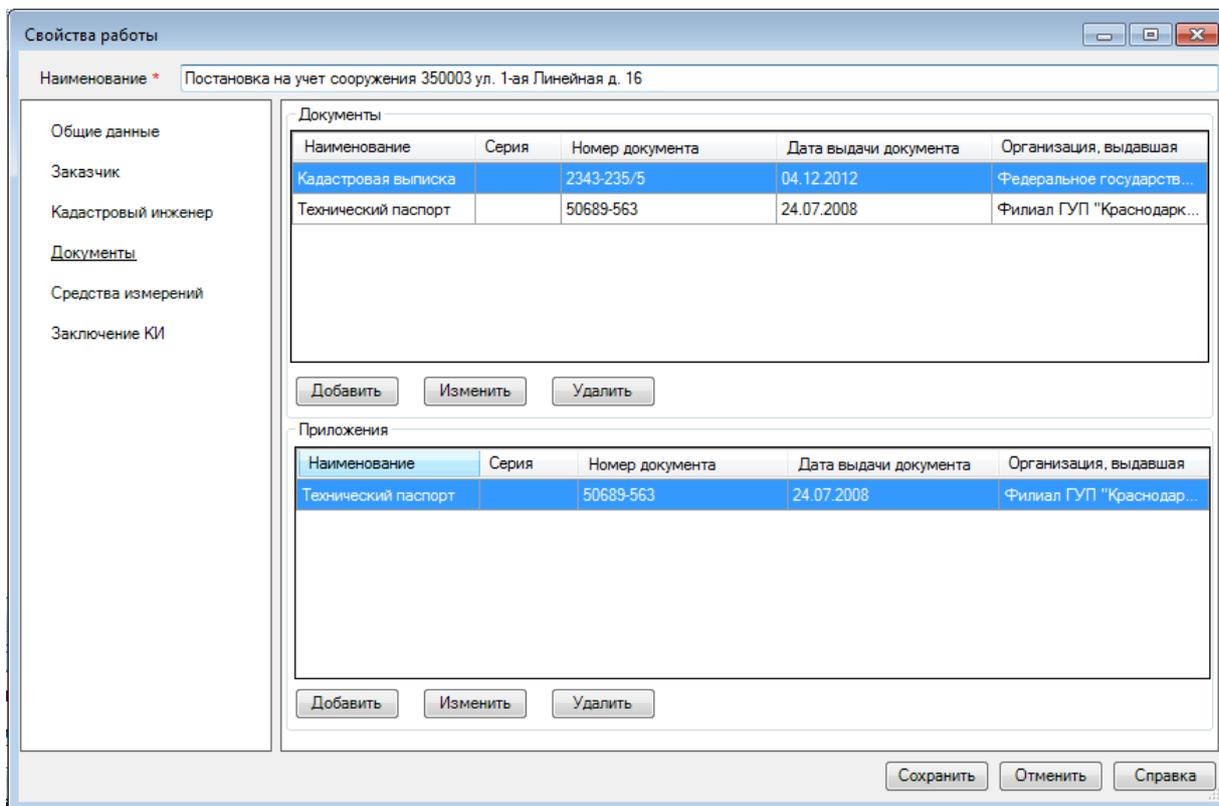
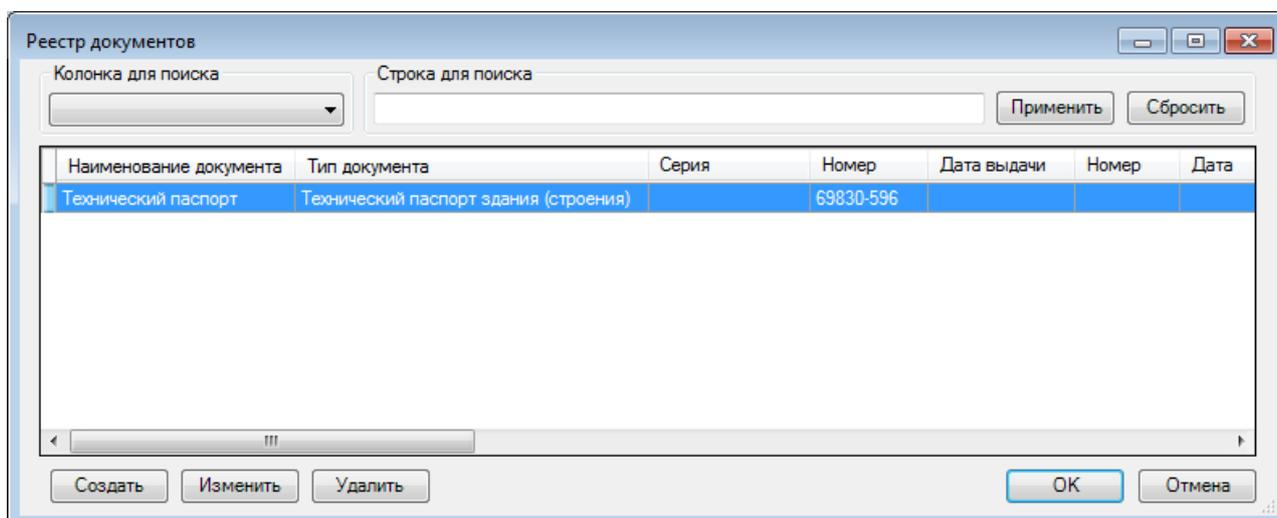

Рисунок 4. Свойства работы. Раздел Документы
Рисунок 5. Реестр документов
- Добавить в раздел **Документы** (Рис.4) перечень документов, используемых при подготовке технического плана. Данная информация будет отражена в печатной форме технического плана на сооружение в разделе **Исходные данные**. Документы можно добавить из *реестра документов* (Рис. 5).
- В раздел **Приложения** (Рис.4) добавить документы, на основании которых в техническом плане указаны сведения об объекте недвижимости. При необходимости в прикрепленных файлах по кнопке **Добавить** выбрать файлы, содержащие образы таких документов. В качестве таковых можно указывать как файлы MS Word, PDF, так и файлы графических форматов – например отсканированные документы в форматах JPG, BMP и т.д.